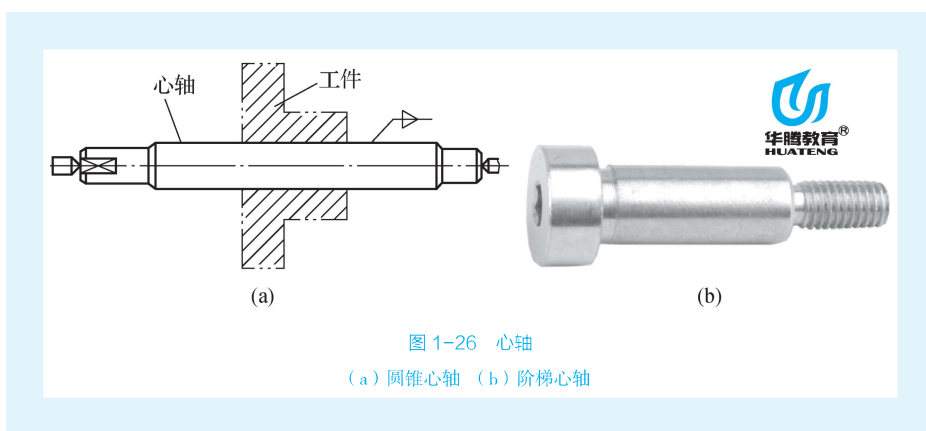

图 1-26 心轴
(2) 小锥度心轴。小锥度心轴的优点是靠楔紧产生的摩擦力带动工件,不需要其他夹紧装置,定心精度高,可达 $0.005 \sim 0.01$ mm。其缺点是工件的轴向无法定位。
(3) 圆锥心轴。当工件直径不太大时,可采用圆锥心轴[锥度为 $1:1\,000 \sim 1:5\,000$,如图 1-26(a) 所示]。将工件套入压紧,靠摩擦力与心轴紧固。圆锥心轴对中准确、加工精度高、装卸方便,但不能承受过大的力矩。
(4) 阶梯心轴。当工件直径较大时,应采用带有螺纹、压紧螺母的阶梯心轴,如图 1-26(b) 所示。它的夹紧力较大,但对中精度较圆锥心轴低。